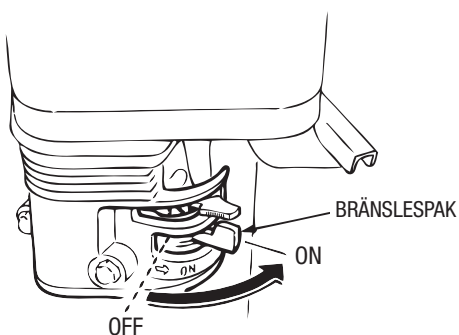

Bild 8. Bränsleventilspak
1. Ställ motorns **bränsleventilspak** (bild 8) i läge "ON".